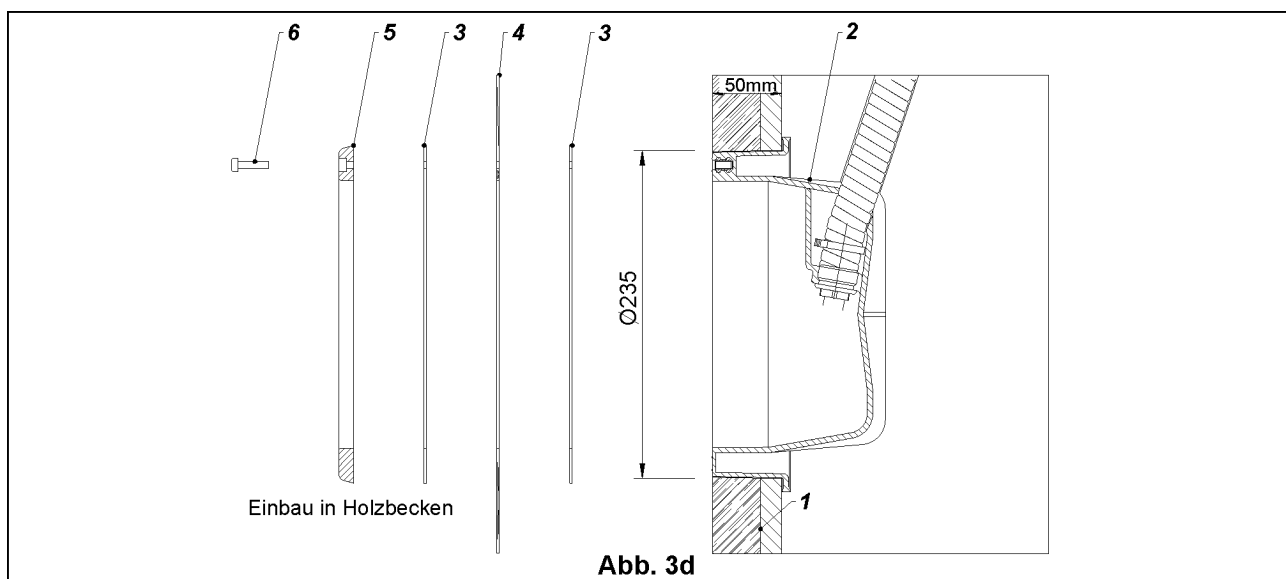

Abb. 3d
Soll der SSL-Unterwasserscheinwerfer in **Aufstellbecken** (Abb. 3c), **vorgefertigte Polyester- oder Holzbecken mit Folienauskleidung** eingebaut werden, wird ein der Größe des Einbautopfes entsprechender Ausschnitt in der Holz- (Abb. 3d) oder Polyesterschale (Abb. 3e) ausgeschnitten.
- Um den Einbautopf entgültig zu befestigen, brauchen Sie die beiden Flachdichtungen. Bei Becken mit **Folienauskleidung**, schieben Sie eine der Flachdichtungen durch den Ausschnitt für den Einbautopf unter die Folie. Die zweite Flachdichtung wird auf die Folie und unter den Flansch gelegt. Anschließend legen Sie den Einbautopf von der Außenseite gegen das Becken und verschrauben alle vier Teile miteinander. (**Abb. 3d**)
Bezeichnung zu Abb. 3d